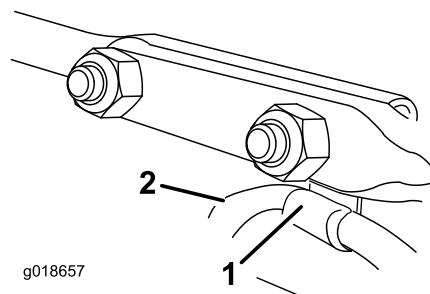

Bild 17
6. Setzen Sie die Kabelklemme, die das Ablenkblech kabel stützt, unter den Kopf der vorderen Schlossschraube auf. Befestigen Sie die Schlossschrauben mit Sicherungsmuttern aus den losen Teilen (Bild 17).